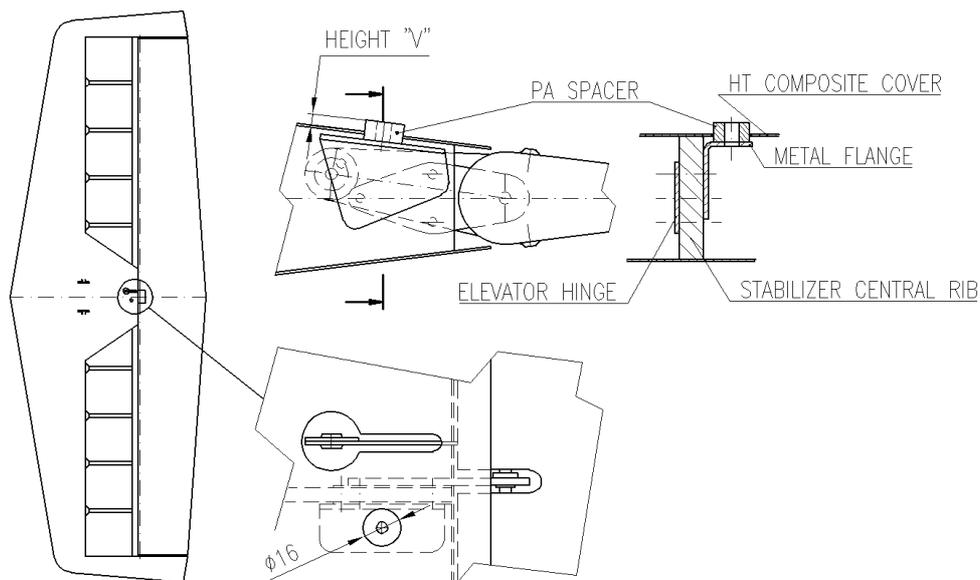

Fig. 1
1. Placez le HT à l'envers, insérez l'entretoise en polyamide dans son trou, vérifiez la hauteur de l'entretoise PA chevauchant le couvercle HT (voir fig. 1) et retirez à nouveau l'entretoise. Cette dimension (marquée «V» sur la fig. 1) est importante pour conserver l'angle de réglage de la queue après la modification.